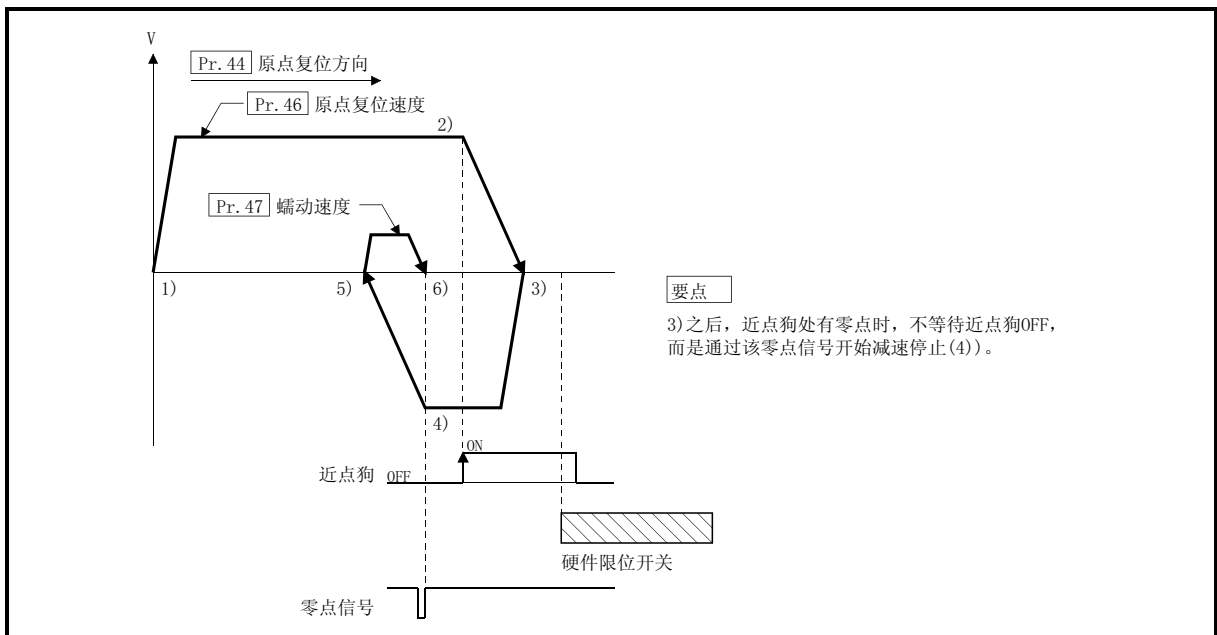

图 8.10 标度原点信号检测式的机械原点复位
- (7) 标度原点信号检测式原点复位不应用于有背隙的机械中。
- (8) 使用直接驱动电机时,应设置为在到达图 8.10 的 3)之前,一定要通过一次 Z 相。